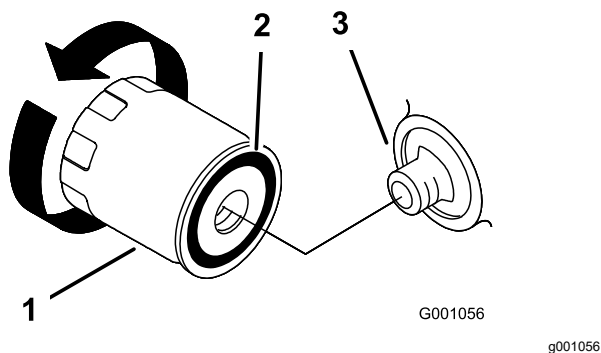

Figure 19
2. Déposez le filtre à huile usagé et essuyez la surface du joint de l'adaptateur (Figure 19).
3. Appliquez une fine couche d'huile neuve sur le joint en caoutchouc du filtre de rechange (Figure 19).
4. Posez le filtre à huile de rechange sur l'adaptateur, tournez le filtre dans le sens horaire jusqu'à ce que le joint en caoutchouc touche l'adaptateur, puis serrez le filtre de 2/3 de tour à 1 tour supplémentaire (Figure 19).